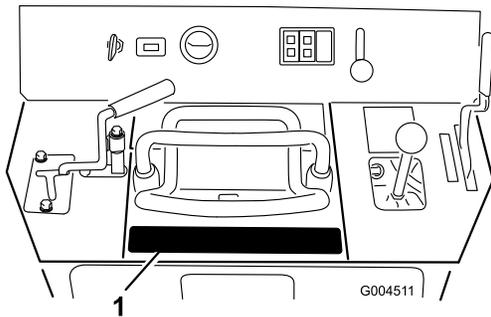

Figura 7
1. Limpie la zona detrás del control de tracción (Figura 7) de suciedad y grasa.
2. Retire el soporte de la pegatina y colóquela en su sitio (Figura 7).